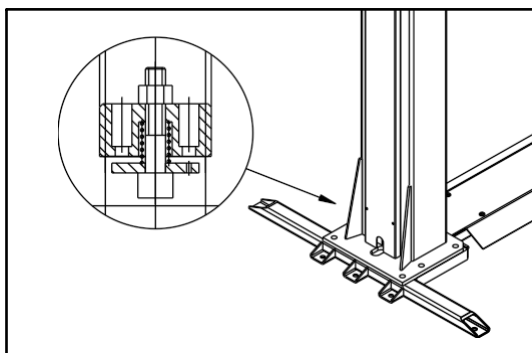

Fig. 12
- ◆ Em caso de fuga súbita no circuito hidráulico (ruptura de um tubo), as válvulas de bloqueio, situadas na parte inferior de cada cilindro, disparam. (Fig. 12)